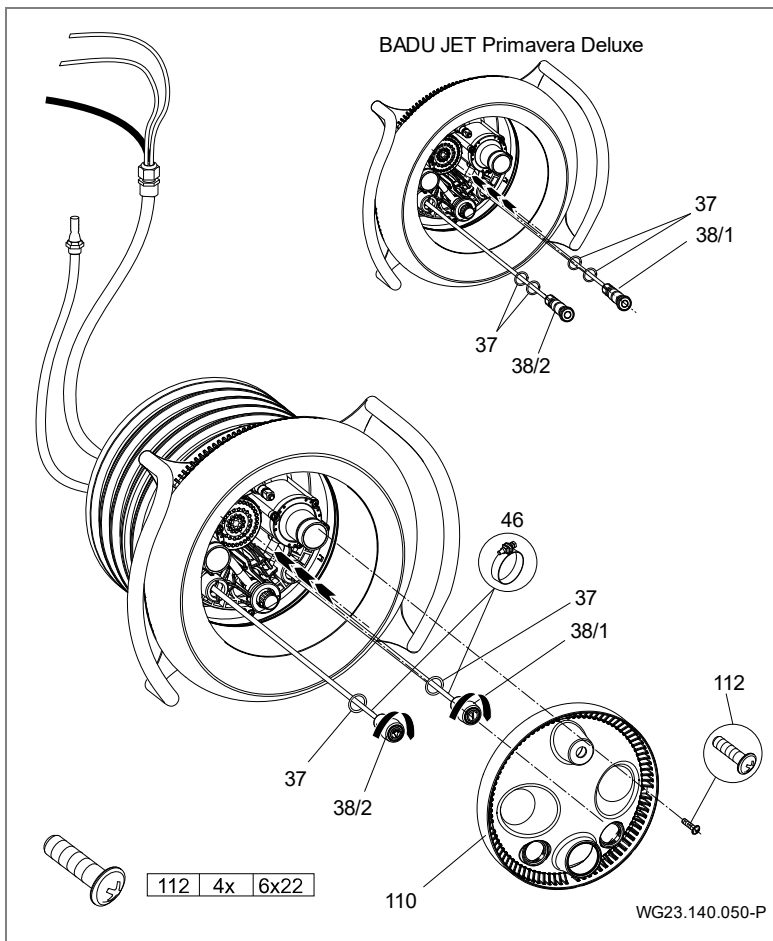

Fig. 20
pulsadores neumáticos en la carcasa de las boquillas y bloquéelos girando en el sentido horario. (Fig. 20)
10. Alinear la placa de acero inoxidable (93.1) con las motas de centraje salientes en las escotaduras de la placa de aspiración (93). Tener en cuenta la marca "OBEN" (ARRIBA) en la placa de acero inoxidable. Para retención del protector, doblar hacia atrás con un atornillador las dos lengüetas de flexión lateralmente desplazadas. (Fig. 20)